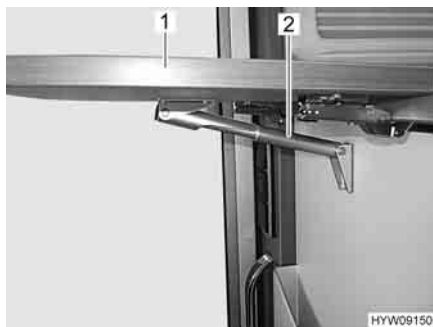

Fig. 45 Tavolo ribaltabile su bancone
- Afferrare la parte inferiore del tavolo ribaltabile su bancone (Fig. 45,1) e ribaltarlo verso l'alto.
- Orientare il piano del tavolo verso l'alto, fino all'aggancio dell'elemento di fissaggio del supporto telescopico (Fig. 45,2). Rilasciare il piano del tavolo.